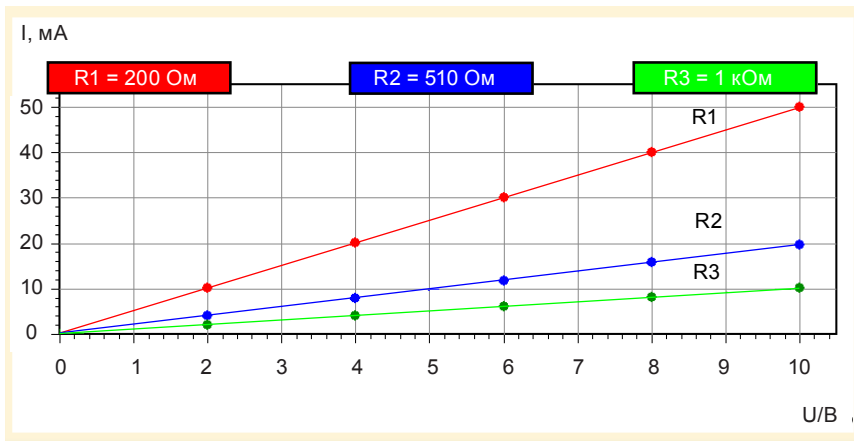

Рис. 7. Диаграмма результатов измерений
17. Наблюдать на экране диаграмму результатов измерений (зависимость силы тока от напряжения) (рис. 7).